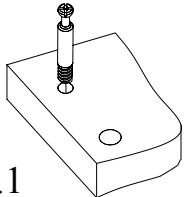
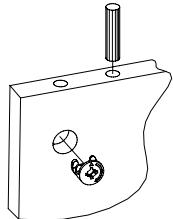

Рис.1
Рис.2
- Подготовьте детали к сборке. Вкрутите шпильки минификсов в детали 1, 2, 5 (Рис. 1). Затем вставьте головки минификсов и шканты в детали 1, 2, 4 (Рис. 2).